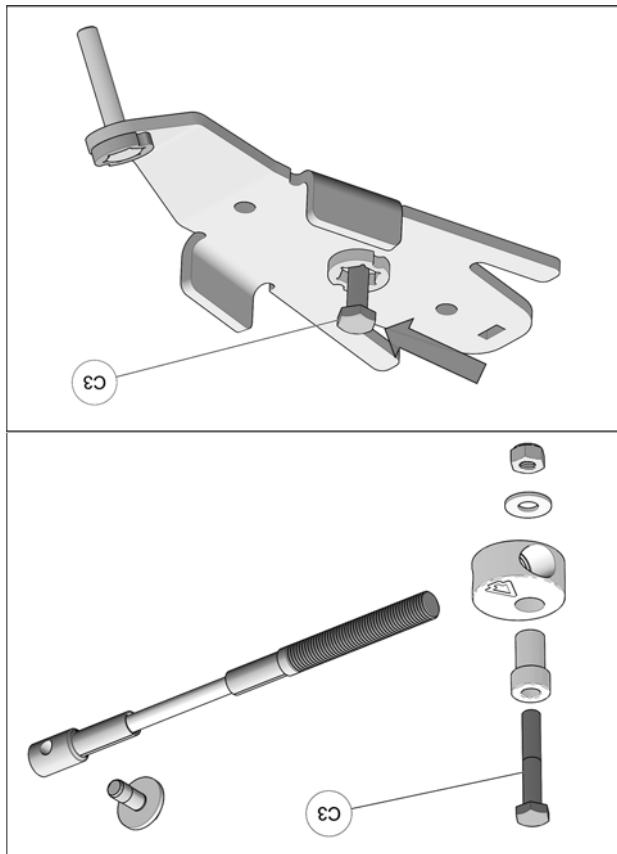

Fig. 15
5. Insérer le boulon M10x60 mm (C3) de l'ensemble de limiteur de conduite aux ancrages avant comme montré à la Fig. 15